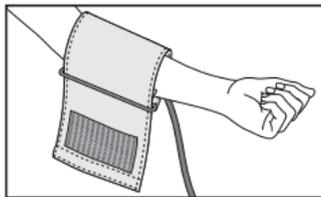

Abb. 1
- Die Messung muss am unbedeckten Oberarm durchgeführt werden. Sollte Ihre Manschette komplett geöffnet sein, so führen Sie das Ende der Manschette durch den Metallbügel, so dass eine Schlaufe entsteht (siehe Abb.1). Die Manschette ist am Oberarm so zu platzieren, dass der untere Rand 2-3 cm über der Ellenbeuge